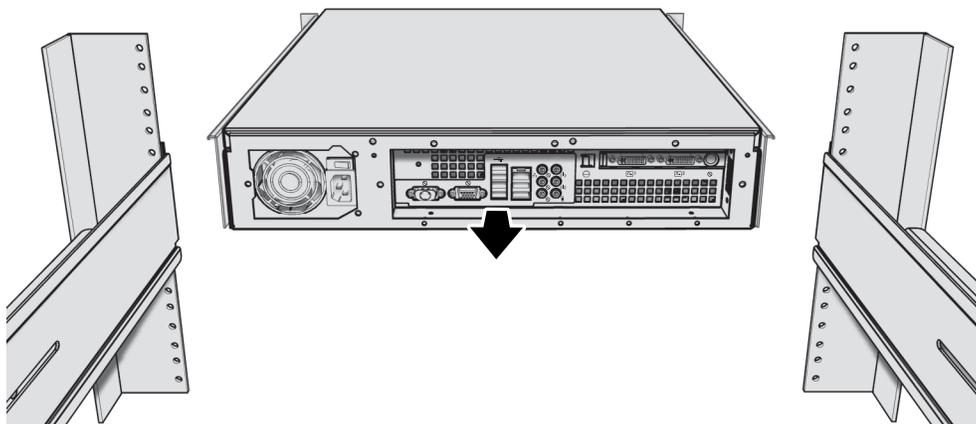

Figura 12. Montaggio dell'unità VCD5202 sul rack
9. Poggiare l'unità sulle guide di montaggio facendo scorrere le staffe del telaio sulle guide (vedere la Figura 12). Questa fase potrebbe richiedere l'intervento di due persone per il sollevamento e il posizionamento dell'unità. Lo scorrimento in avanti e all'indietro nel rack deve risultare agevole.